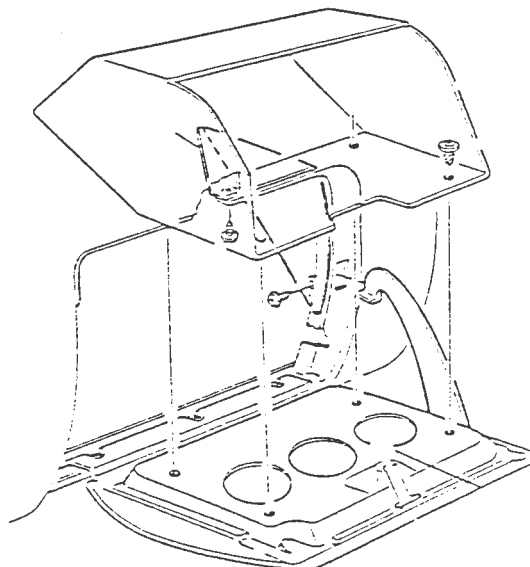

FIGURE 7B
1. INSTALL NEW GLOVE BOX AS SHOWN IN FIGURE 7b.